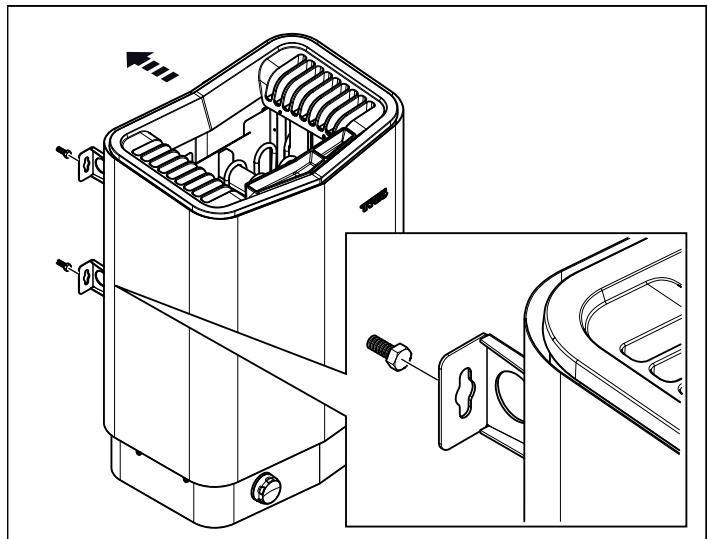

Fig 10: Häng upp aggregatet
8. Häng upp aggregatet på skruvorna se Fig 10, sidan 3.